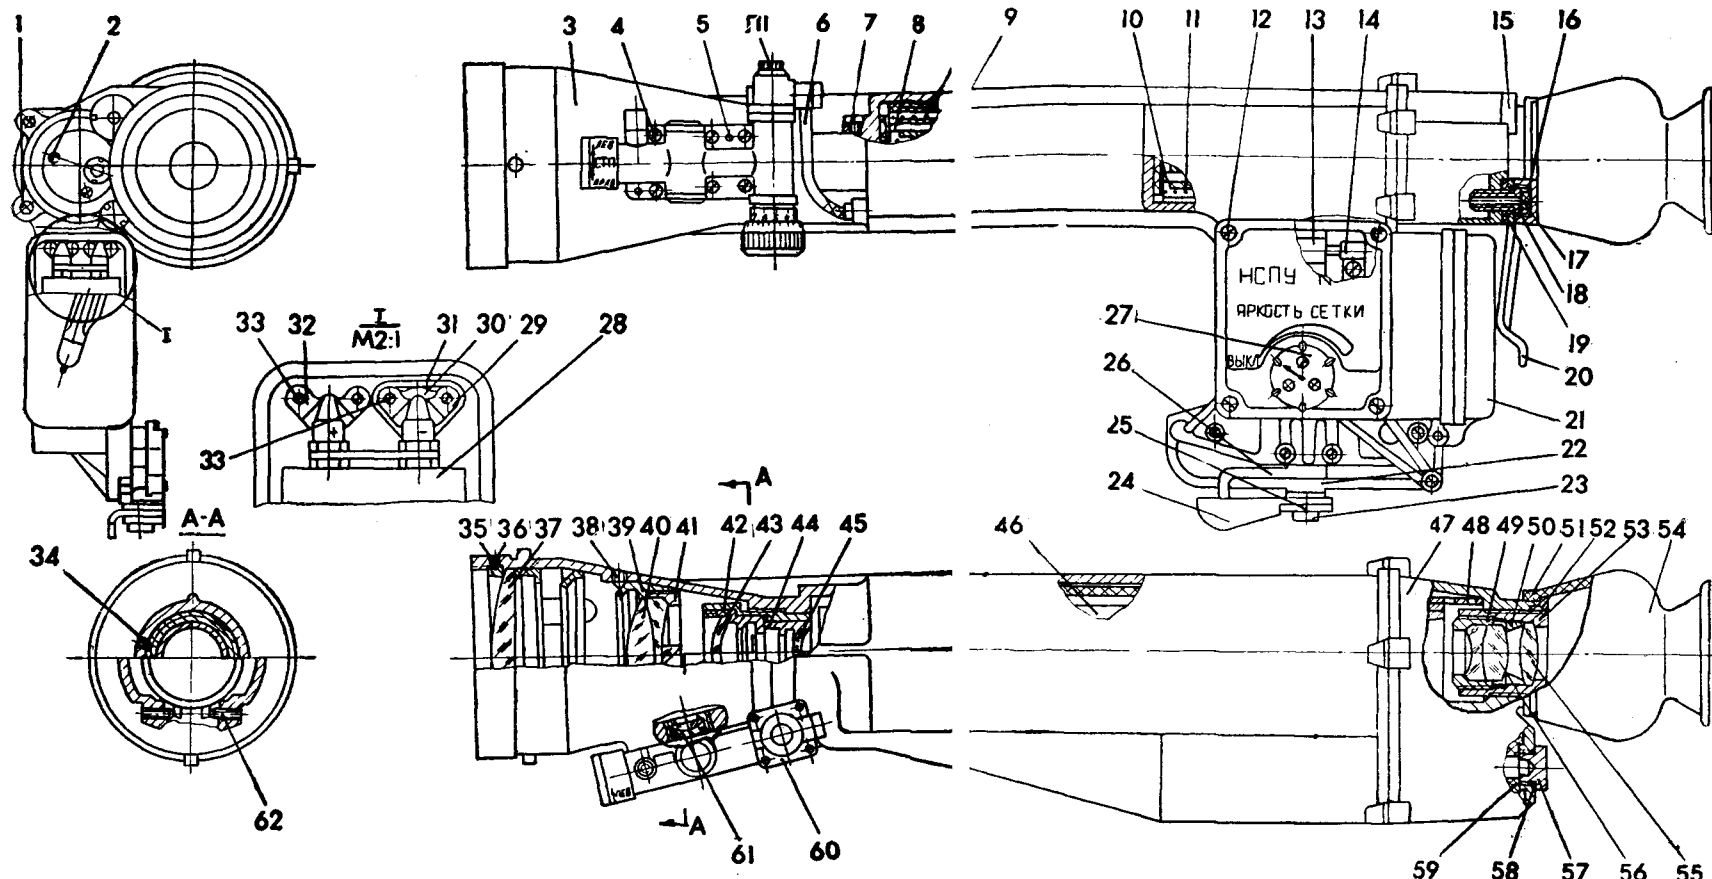

Рис. 7. Общий вид изделия НСПУ АЛ3.812.033:
Замену осушителя 15 (рис. 7) производить в сухом помещении. Новый осушитель разрешается держать открытым не более 1—2 минут.
Для замены наглазника 54 (рис. 7) необходимо:
- снять наглазник 54 (рис. 7) без заслонок;